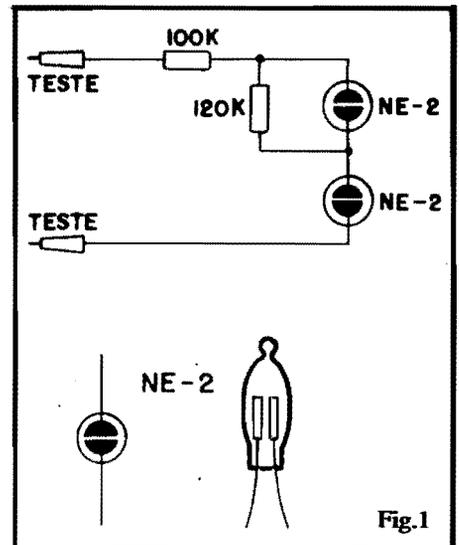

Fig.1
- FIG. 1 - Diagraminha do circuito. São duas lâmpadas de Neon, mini (tamanho NE-2), "enfileiradas", protegidas pelo resistor de 100K e com suas tensões reais de trabalho "divididas" pelo resistor de